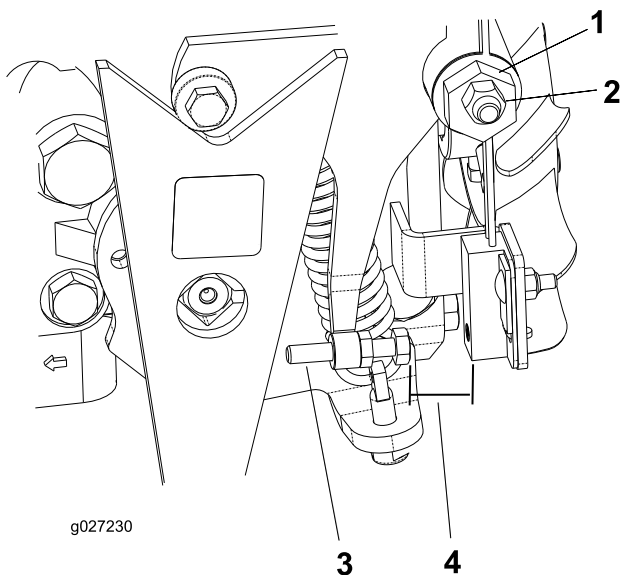

Bild 34
4. Lockern Sie die Sicherungsmutter an der Einstellnocke für den Fahrtriebs (Bild 34).
5. Lassen Sie den Motor an und drehen das Sechskant (Bild 34) der Nocke in beide Richtungen, um die zentrale Stellung im Neutralbereich ausfindig zu machen.
3. Stellen Sie die Schraube ein, bis der Abstand $\pm 0,8-2,3$ mm beträgt, siehe Bild 34.